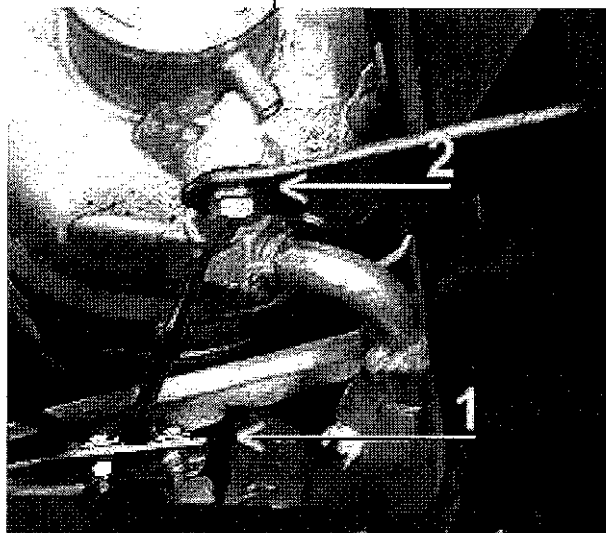

Fig. 8
11) Comando flabello motore: scollegare il comando flabello motore ("engine baffle"), se installato, svitando i dadi sul cavallotto portabowden (part. 1 in fig. 8) ed il bullone sulla testina a snodo all'estremità del bowden (part. 2 in fig. 8).
11) Engine baffle control: if installed, disconnect the engine baffle control unfastening the two nuts on the bowden retainer plate (item 1 in fig. 8) and the bolt fastening the bowden ball-joint end (item 2 in fig. 8).